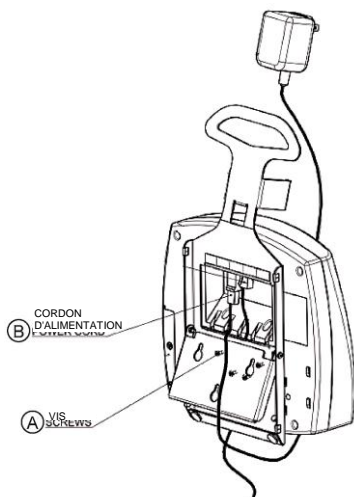

Figure 1
6. Connectez le câble de l'adaptateur électrique au port d'alimentation de l'écran, si vous allez utiliser l'adaptateur. Le câble se trouvera à l'extérieur de l'écran comme le montre la Figure 1. Faire passer le câble par la rainure se trouvant à l'arrière de l'écran n'est pas obligatoire. Pour ce faire, retirez les 4 vis (A) à l'arrière à l'aide d'un tournevis cruciforme, retirez le couvercle, faites passer le câble (B) dans la rainure puis remplacez le couvercle, fixez-le bien avec les 4 vis et serrez.